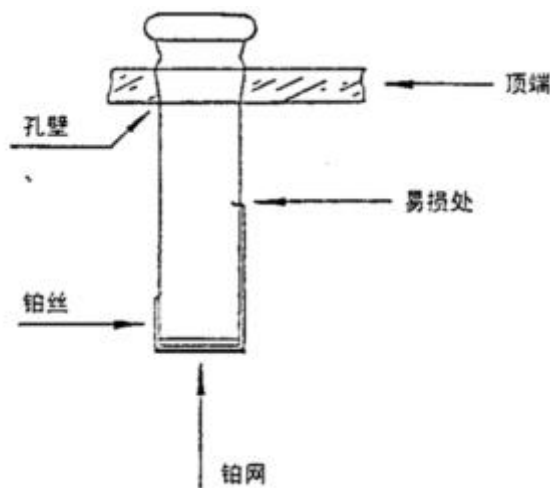

图 9
- 1、当要拆卸阴极室时，因为铂金丝和铂金网是从阴极室的磨口连接部分的横截面上伸出，所以应注意不要碰到滴定池的顶端和孔壁（如下图 9）。